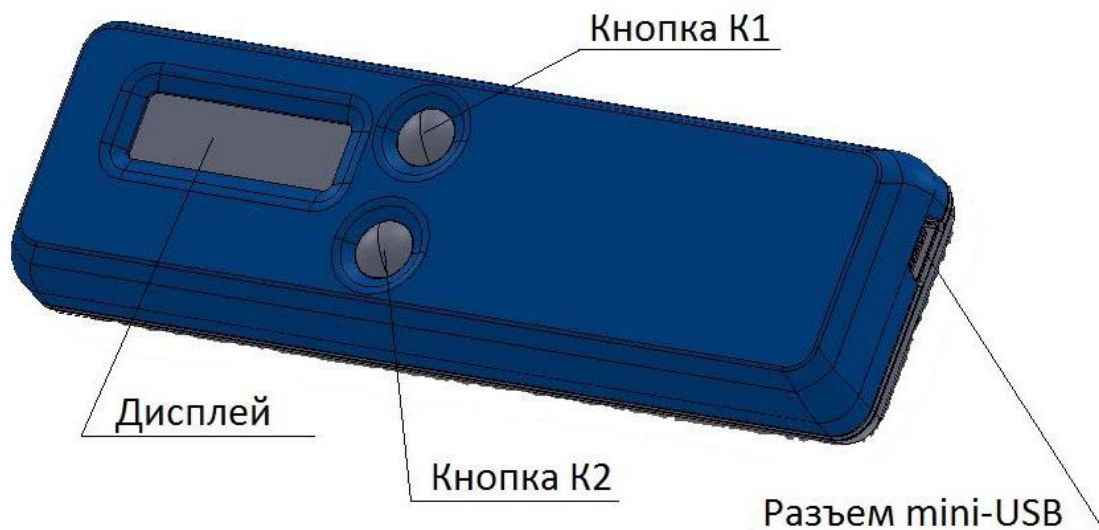

Рисунок 1 – Общий вид дозиметра
На корпусе дозиметра (рисунок 1) расположены:
2.2.1. Для того чтобы включить дозиметр, необходимо нажать и удерживать в течение 5 с кнопку К1 (рисунок 1). Если включения не произошло, нужно произвести зарядку аккумулятора в соответствии с п.2.2.2. После включения дозиметр начинает процесс измерения и первый оценочный результат появится не позже 20 сек.